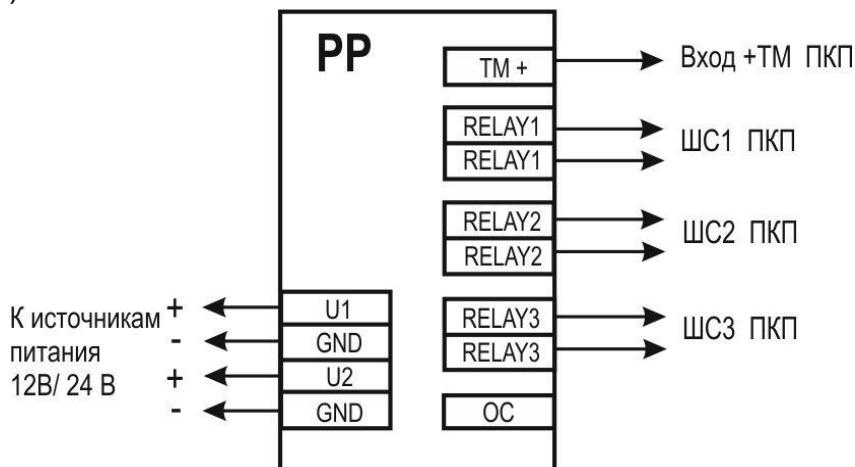

Рисунок 9. Подключение Астра-РИ-М PP без блоков расширения
7. Подключить провода к выходным клеммам PP в соответствии с выбранной схемой подключения (см. рис. 9, рис. 10).